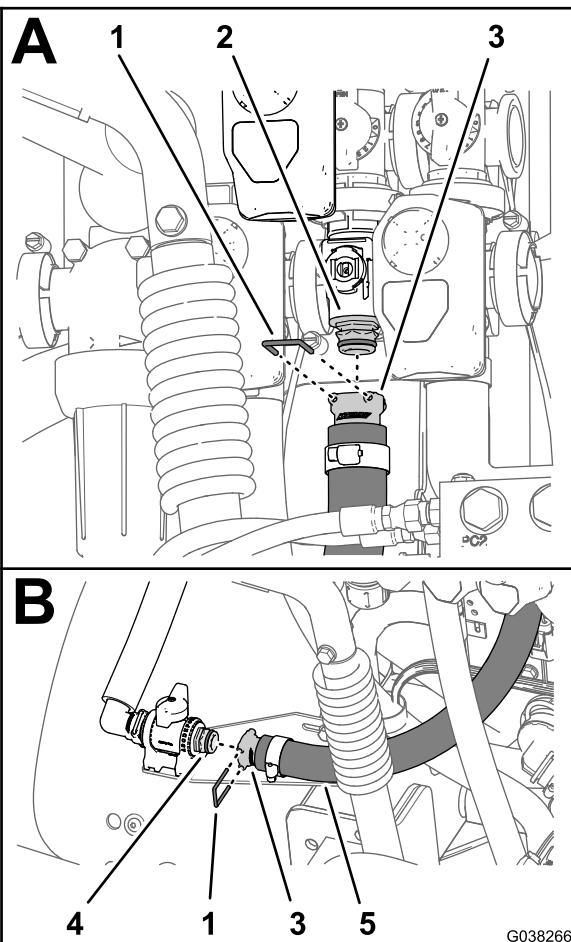

图66
1. 使用随软管提供的卡环将搅拌软管的快速连接直通宝塔形接头 $2.5 \times 72\text{cm}$ 安装到搅拌控制阀的快速联轴器上 图66。